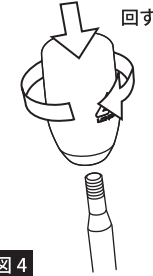

図 4
- 4** ロンザシフトノブをシャフトネジ部に垂直に押し付けながら時計回りにねじ込みます。（図4参照）